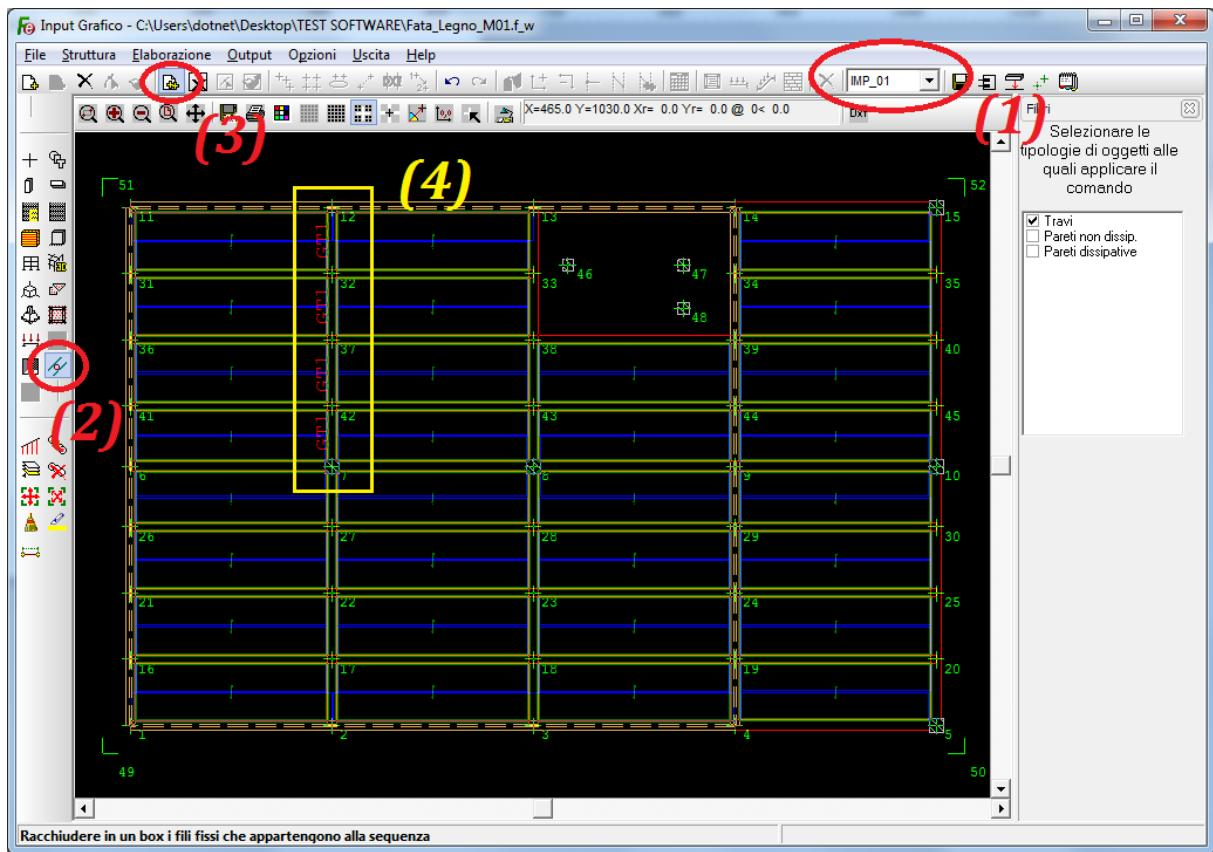

Figura 26
Con Riferimento alla figura 26 selezionare, all’interno dell’ambiente grafico di input, il livello “*IMP_01*” (1) e di seguito cliccare sul tasto “*Raggruppamento elementi*” (2) e poi spuntare su “*Travi*” .